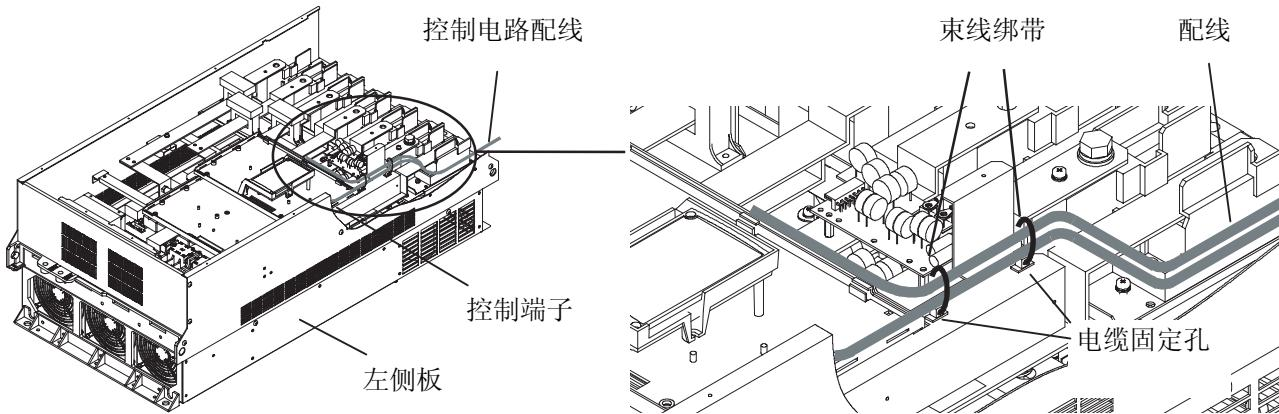

图 2-3-14
- ① 如图 2-3-14 所示, 沿着变频器左侧板引出。
- ② 配线用束线绑带(绝缘扣等)在引出途中使其固定于已有的电缆固定孔上。束线绑带穿过固定孔( $3.8 \times 1.5$ ), 所以其尺寸应小于宽 3.8mm 厚 1.5mm。